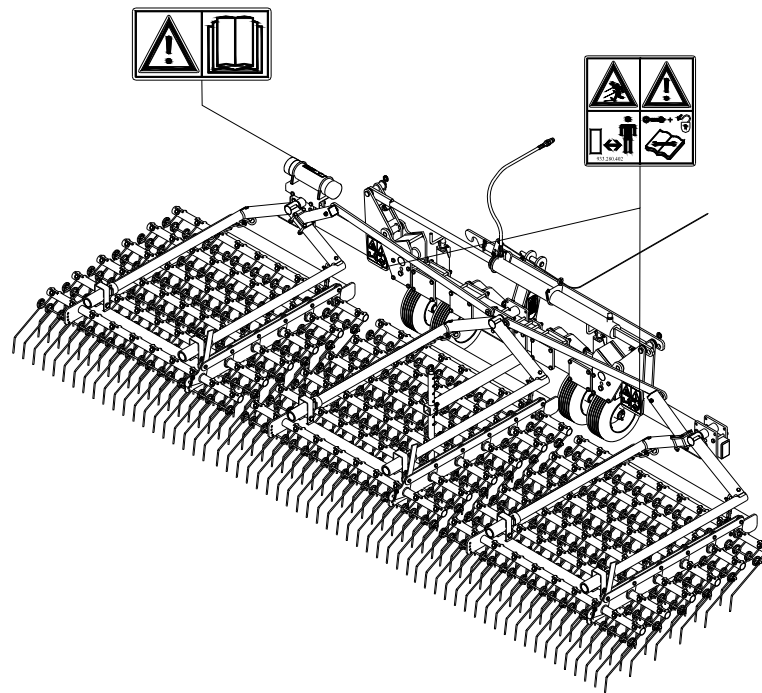

Fig. 5
- (7) Placering af sikkerhedsklistermærker. (Fig. 5)